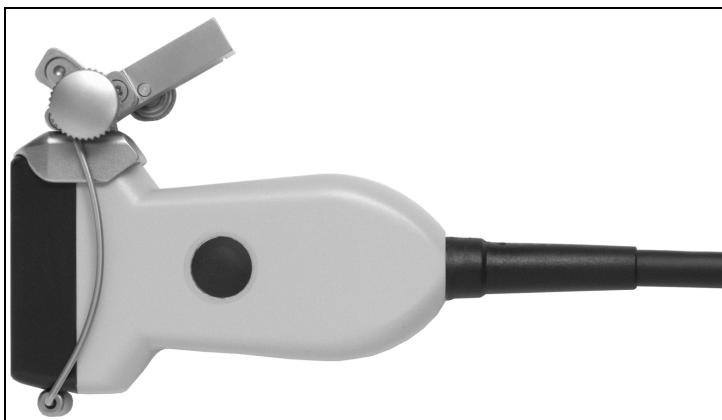

图 5。8670 上安装的穿刺架 UA1269。
2. 将摇杆锁定就位。穿刺架固定后会发出咔的一声（请见图 5。）。